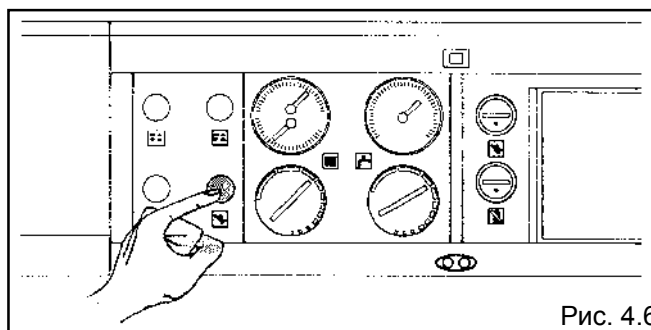

Рис. 4.6
- подождите примерно 1 минуту и нажмите кнопку «сброс блокировки горелки» (рис. 4.6);